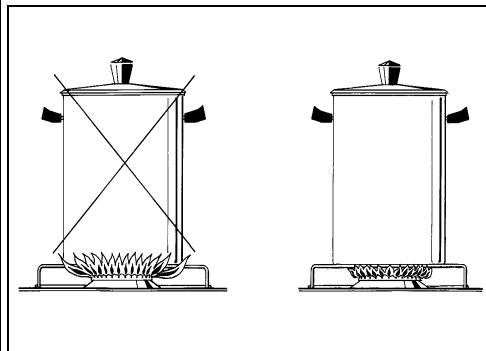

Fig.15
- Utilisez les casseroles appropriées pour chaque brûleur (voir la Fig. 15 et le Tableau B)